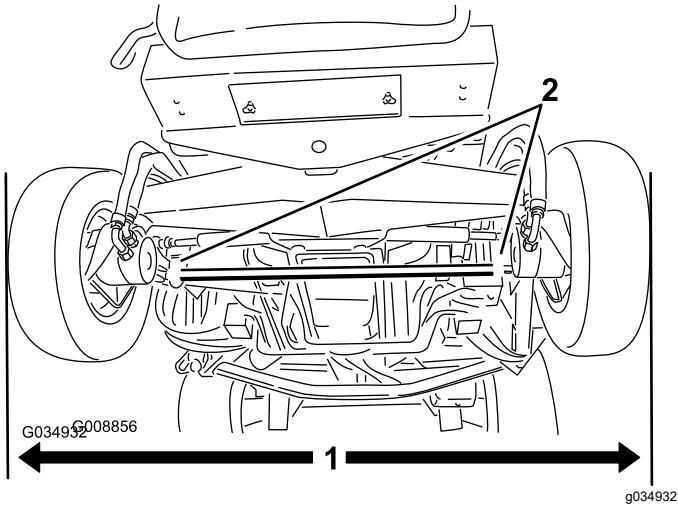

Bild 84
1. Wenn die Hinterreifen gerade stehen, messen Sie den Außenabstand (auf Achshöhe) vorne und hinten an den Hinterreifen (**Bild 84**).
| 2. Lockern Sie zum Einstellen der Vorspur die Klemmen an beiden Enden der Spurstangen (Bild 84). | |